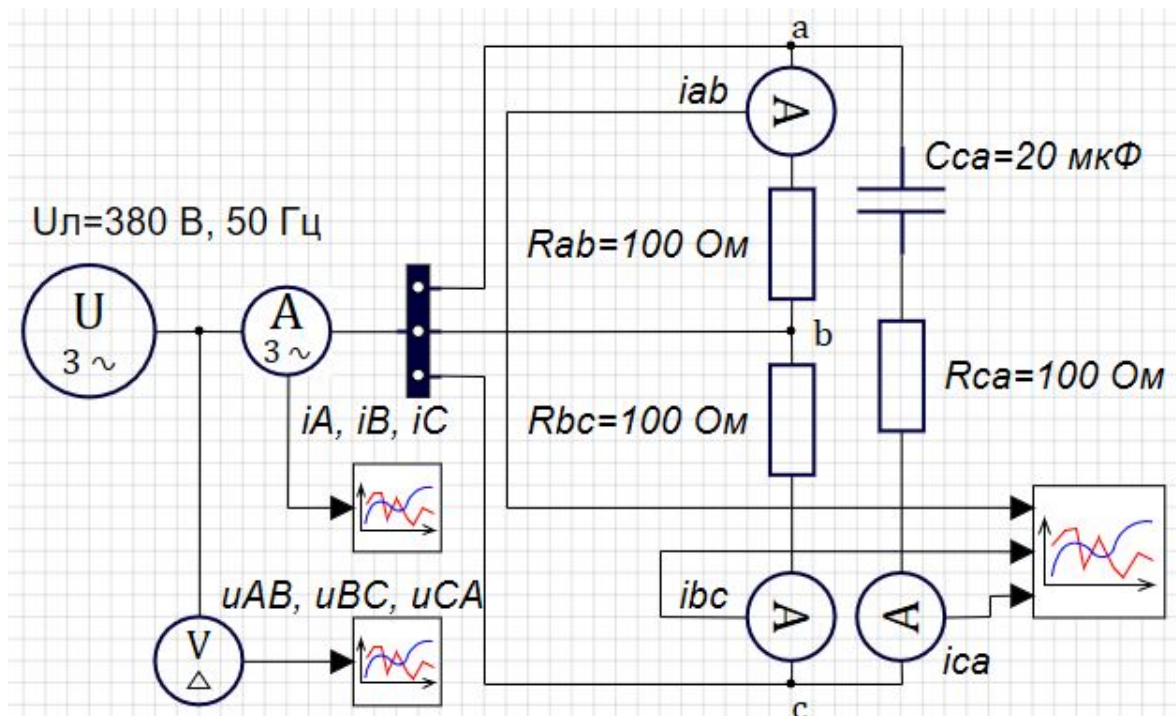
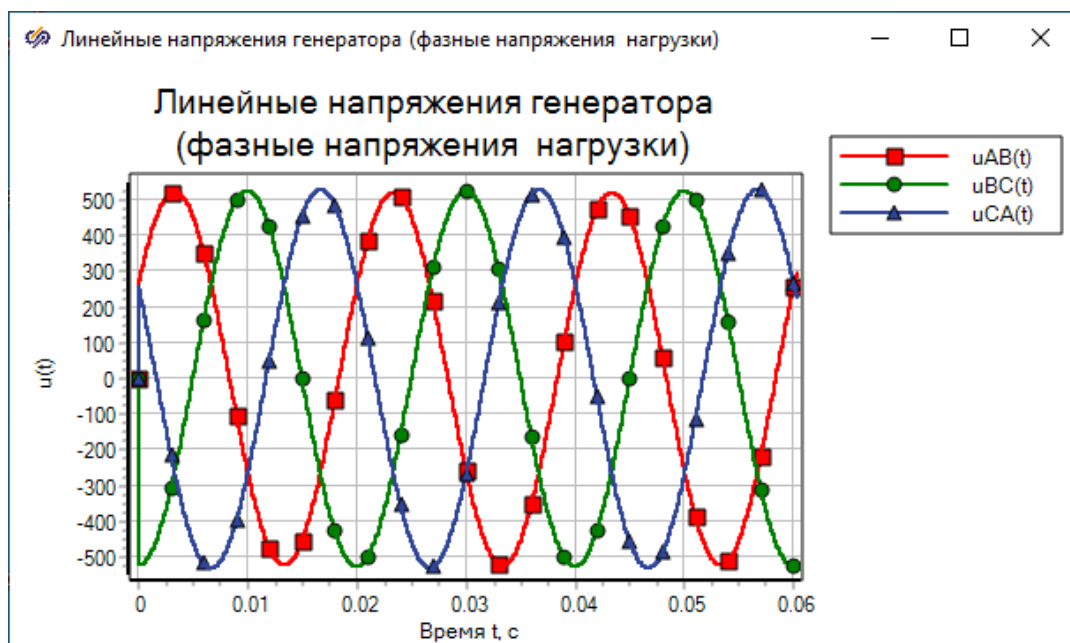
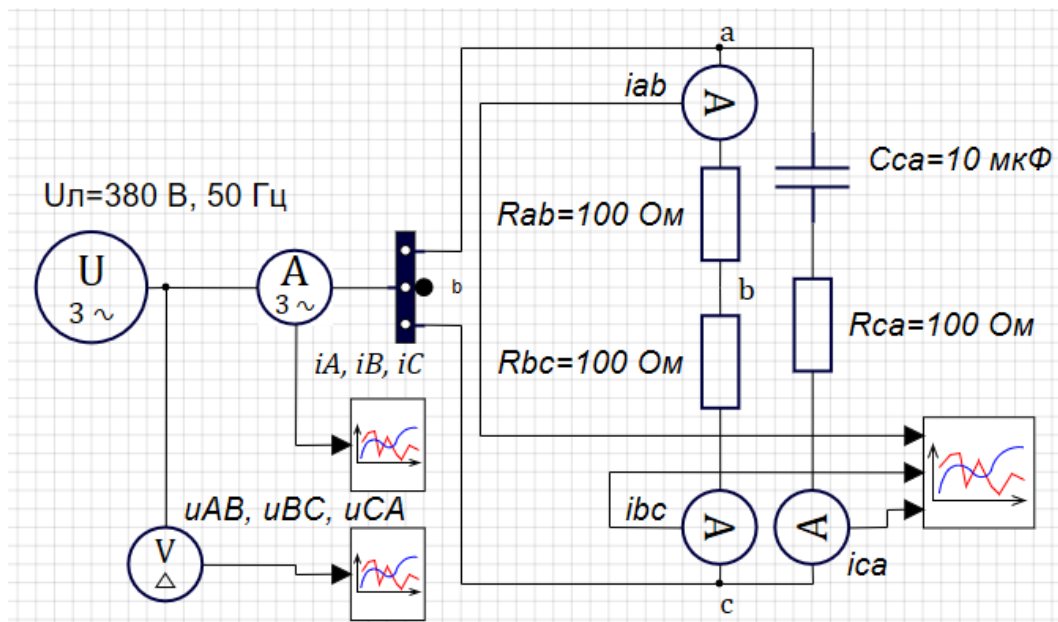
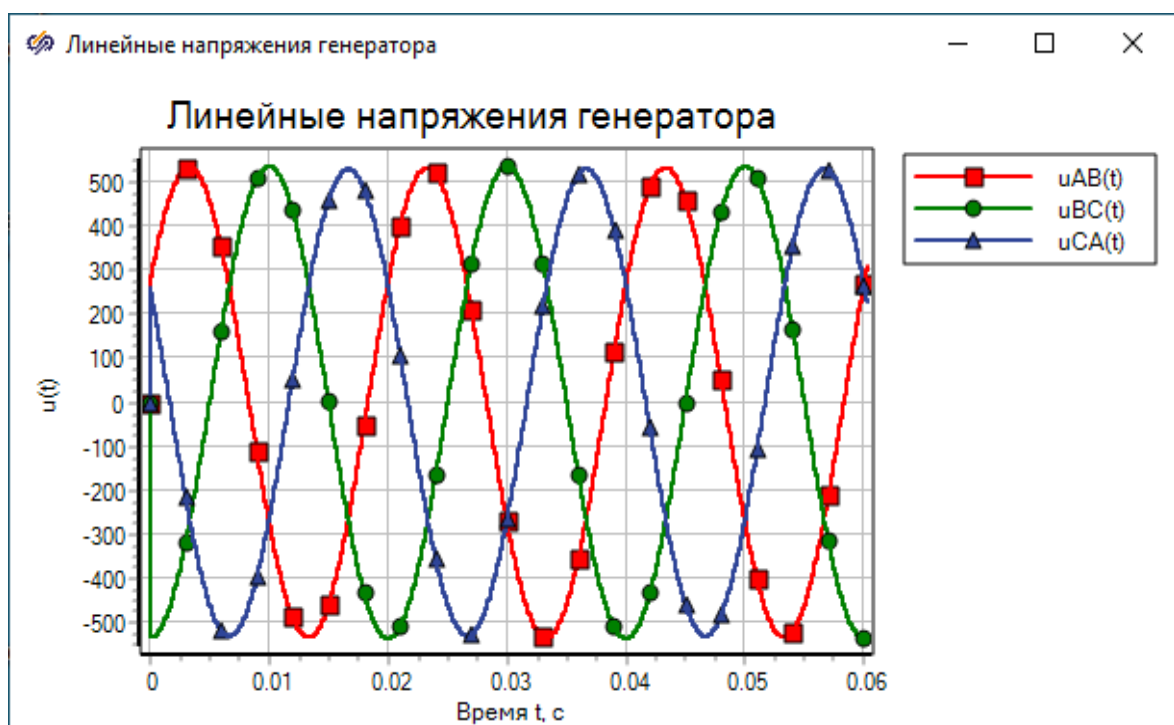

Рис. 5.5
Рис. 5.6
Рис. 5.9
Рис. 5.10
5. Для указанных в зависимости от номера варианта значений параметров (табл. 5.1) собрать в окне проектов системы SimInTech несимметричную трехфазную цепь при соединении фаз приемника по схеме треугольник (рис. 5.5).
7. Запустить на моделирование полученную модель и посмотреть результаты моделирования в графических окнах. На рис. 5.6–5.8 приведены результаты моделирования схемы рис. 5.5.
На рис. 5.9 приведена схема для моделирования обрыва линейного провода bB в цепи рис. 5.5.
На рис. 5.10–5.12 приведены результаты моделирования схемы рис. 5.9.